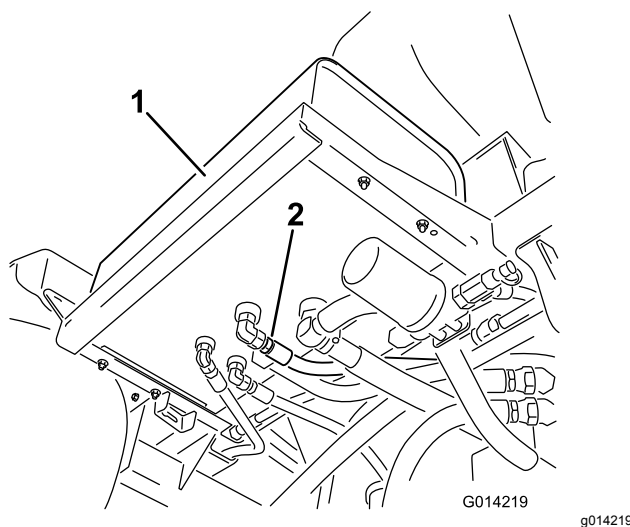

Figure 93
- Nettoyez la surface autour d'un raccord de flexible hydraulique au bas du réservoir d'huile hydraulique (Figure 93).
4. Débranchez le raccord de flexible du réservoir et vidangez l'huile dans le bac de vidange (Figure 93).